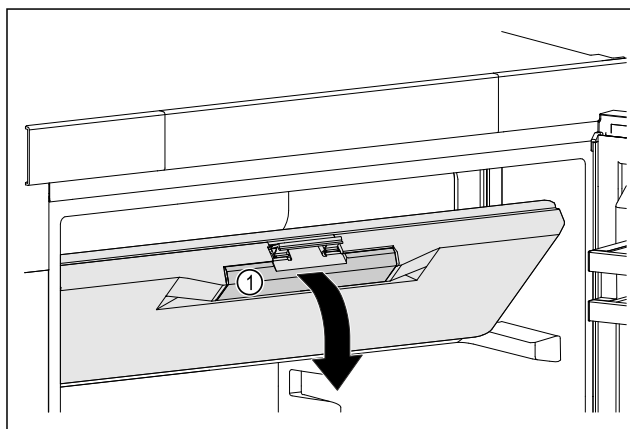

Fig. 51
- Gefrierfachtür an der Griffmulde Fig. 51 (1) anfassen.